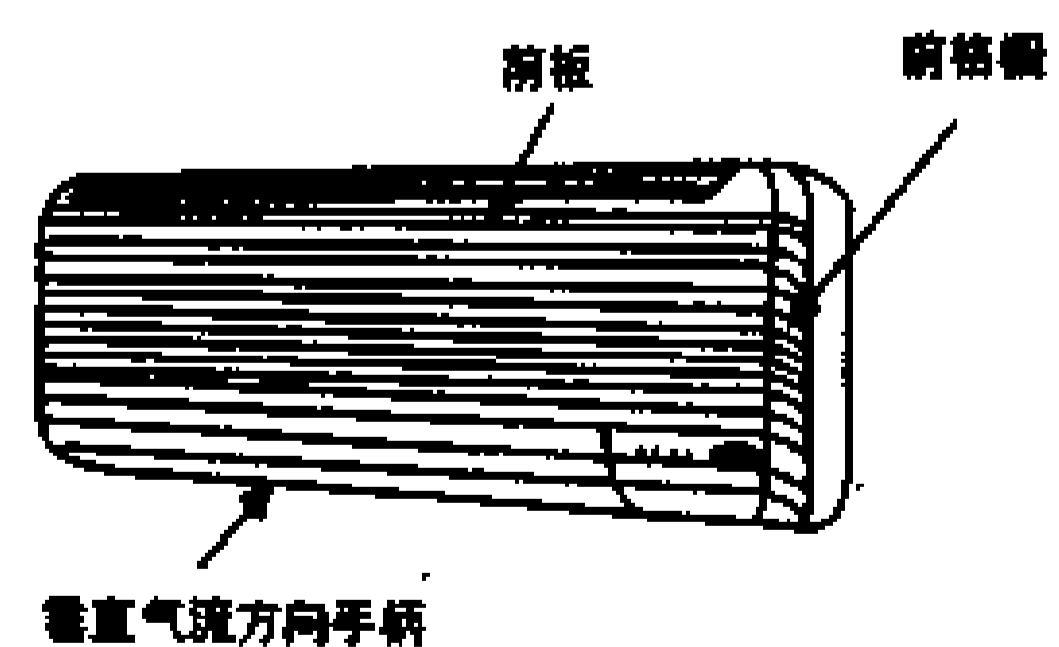

图 8-2-32
- (1) 依照前述说明卸下前格栅。
- (2) 将室内/室外连接电缆连接在室内机。
- (3) 依照前述说明，以相反顺序安装前格栅。如图 8-2-32 所示。空气净化过滤器装入方法。